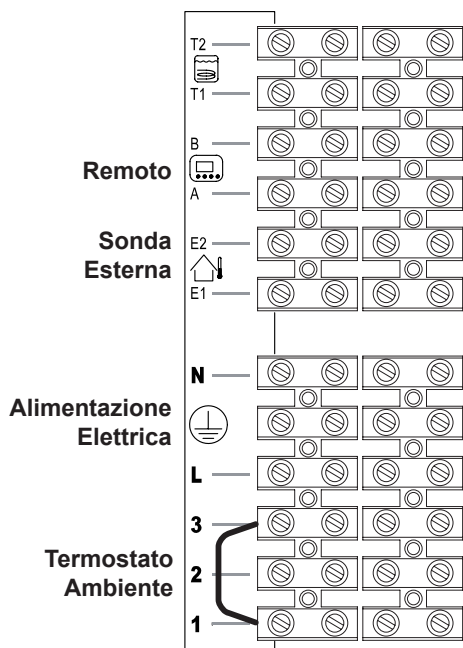
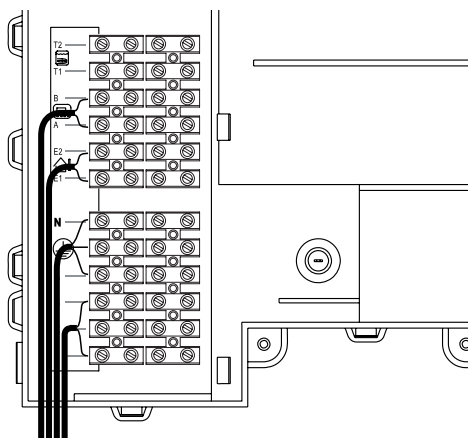

Figura 5.19
Figura 5.20
- Collegare il cavo di alimentazione elettrica proveniente dall'interruttore onnipolare alla morsetteria di alimentazione elettrica della caldaia Figura 5.19 rispettando la corrispondenza della linea (filo marrone) e del neutro (filo azzurro).
Il percorso del cavo o dei fili di alimentazione elettrica della caldaia e del termostato ambiente devono seguire il percorso indicato in Figura 5.20.
Per il collegamento di un termostato ambiente servirsi dei morsetti indicati in Figura 5.19.
Per il collegamento di valvole di zona servirsi dei morsetti termostato ambiente indicati in Figura 5.19 e Figura 5.20. I conduttori elettrici dei contatti del micro della valvola di zona vanno inseriti nei morsetti "1 e 3" della morsettiere termostato ambiente come in Figura 5.20.